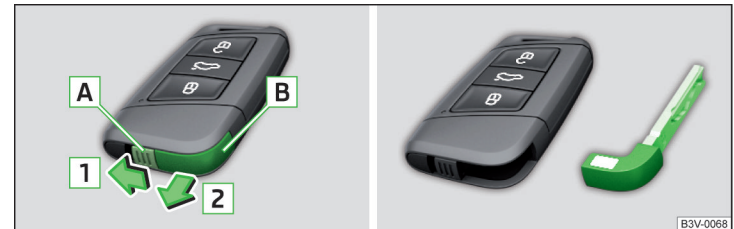

Abb. 53 KESSY-Schlüssel
- Die Rastnase **A** in Pfeilrichtung **1** entriegeln » Abb. 53.